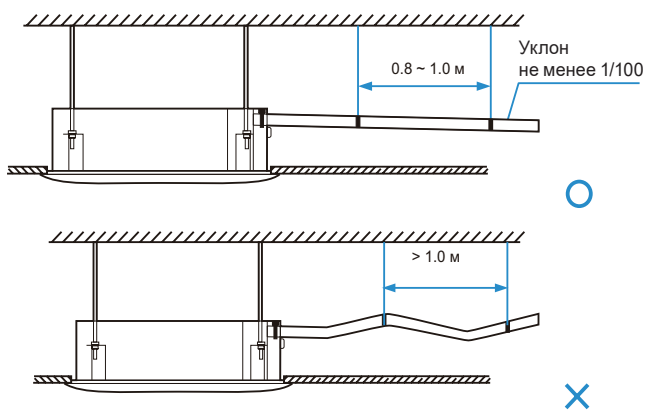

Рисунок 5.1
3. Используйте теплоизоляционный кожух для дренажного трубопровода воды (принадлежность 10), чтобы связать трубы всасывания и слива воды внутреннего блока (особенно участок, проходящий в помещении), и используйте стяжку для дренажного трубопровода воды (принадлежность 12), чтобы плотно стянуть их так, чтобы воздух не проникал и не образовывал конденсат. Чтобы предотвратить течение воды обратно внутрь кондиционера при выключении системы, дренажная труба воды должна иметь уклон наружу (к стороне слива) более 1/100. Дренажная труба воды не должна провисать и накапливать воду, в противном случае будут возникать посторонние шумы. См. рисунок 5.1.
5. При соединении дренажного трубопровода воды не прикладывайте силу, чтобы протянуть трубы, в противном случае соединения трубопровода всасывания воды ослабнут. В то же время, чтобы предотвратить изгиб труб дренажа воды, предусмотрите опоры через каждые 0,8–1 м. См. рисунок 5.1.